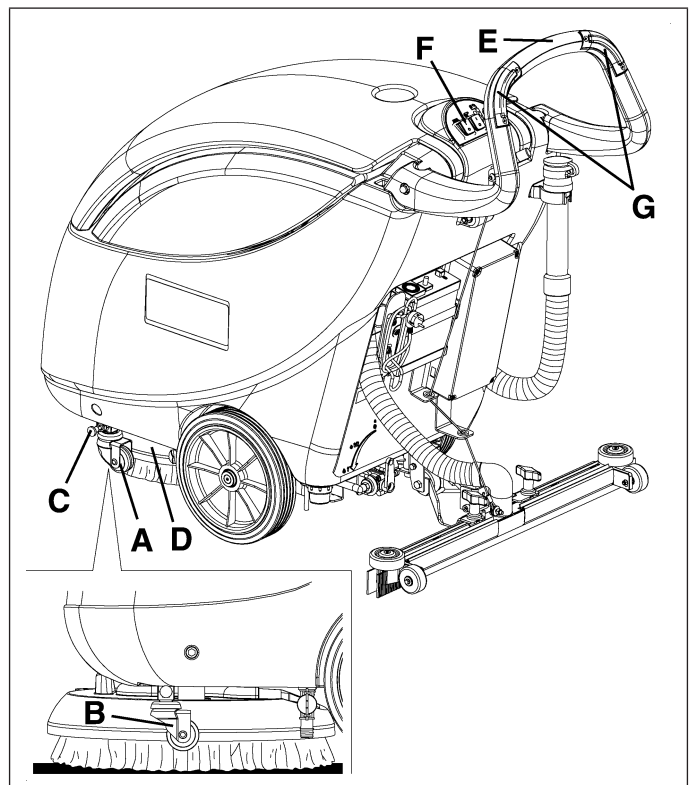

Figure 12
3. Desactivar el dispositivo de estacionamiento (A, Fig. 12) de la máquina, llevándolo en posición (B) después de haber insertado la clavija relacionada (C).
4. Levantar la cobertura del cepillo (D, Fig. 12) presionando sobre el manillar (E).
6. Bajar la cobertura (D, Fig. 12) sobre el cepillo/portafiltro mediante el manillar (E).
7. Poner el interruptor (F, Fig. 12) del cepillo en posición "I", luego pulsar por algunos segundos uno o ambos los interruptores (G) para que el cepillo/portafiltro se enganche.